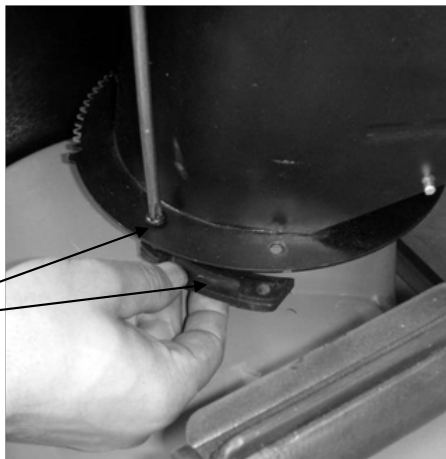

Fig.1
- Montez la tuyère d'éjection orientable en vissant les vis dans la plaque de retenue. Fig 1